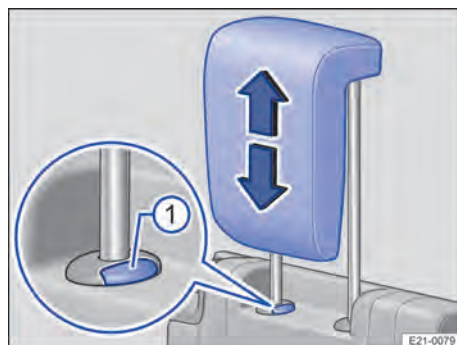

Abb. 82 Dritte Sitzreihe: Kopfstütze einstellen.
3. Um die Kopfstütze aus der eingerasteten Position zu lösen, Taste → Abb. 82 ① drücken und Kopfstütze absenken.